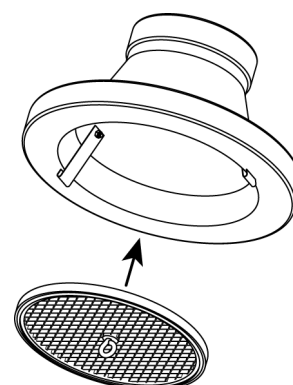

Fig. 7
- 2) フィルターをフードの開口部にはめてください。(Fig. 7)